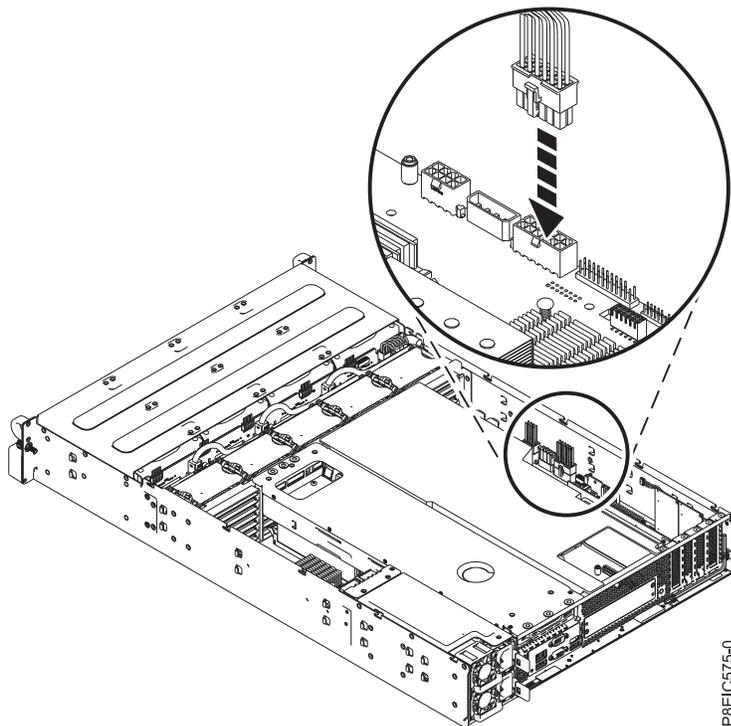

Figura 33. Conectando o cabo de energia da unidade frontal
9. Substitua o cabo de energia da unidade frontal no painel traseiro do sistema, conforme mostrado na Figura 33. Certifique-se de que o clipe da trava do cabo se encaixe no lugar no conector.